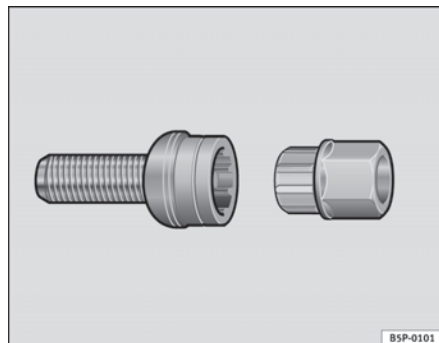

Fig. 179 Tornillo antirrobo de la rueda
- Coloque el adaptador hasta el tope en el tornillo antirrobo de la rueda ⇒ **fig. 179**.